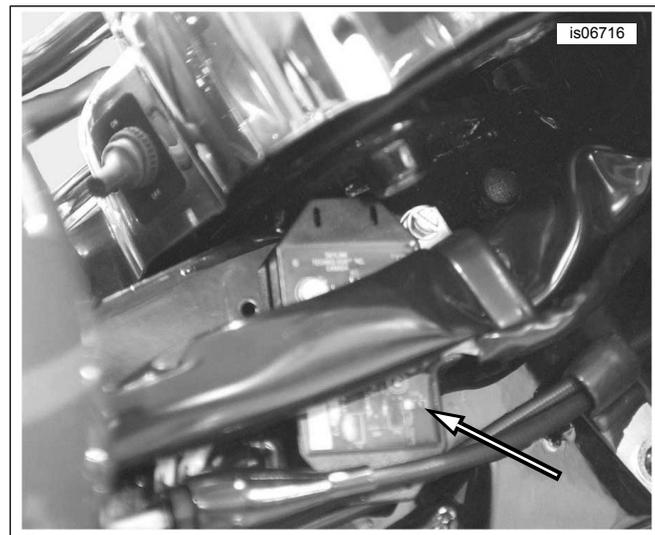

Figura 10. Transmissor montado perto do tubo interno (FLHR anos 2013 e anteriores)
FLHR Touring/ FLRT Trike (todos)	Lado direito da estrutura próxima do tubo interno, dentro da nacela, com pastilha de espuma (remova primeiro o farol dianteiro) (Veja a figura 10.).
3. Veja Figura 10 . Monte o transmissor no lado direito do quadro próximo ao tubo interno.